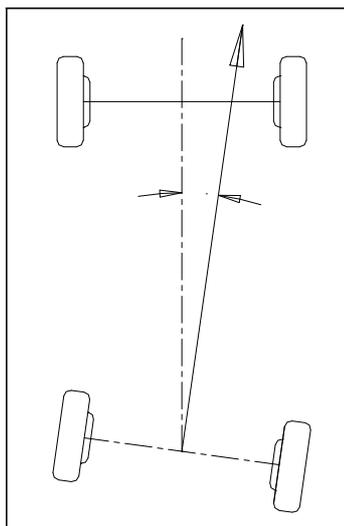

Рис.1.6
- задний привод: угол разворота задней оси равен 0,5 разницы индивидуального схождения двух задних колес, как показано на рис.1.6;